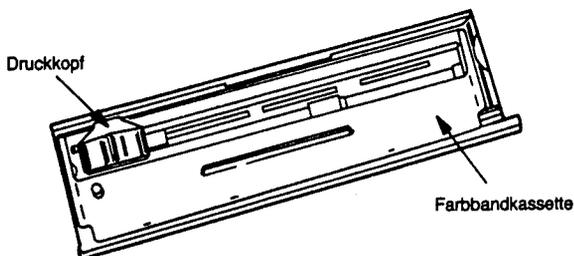

ABBILDUNG 2 - FARBBANDFÖHRUNG
Das Farbband besteht aus einer leicht ladbaren Kassette (Abbildung 2).
3. Daraufhin kann die Farbband-Kassette eingesetzt werden (Abbildung 2.)